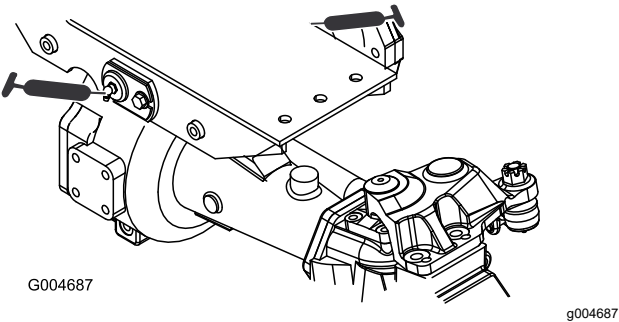

Figura 75
- Casquillos de los pivotes de los ejes delantero y trasero (2) (Figura 75)